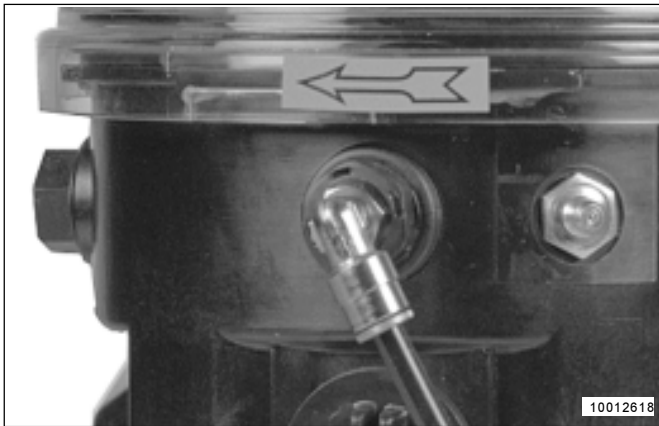

Abb. 15: - Rücklaufanschluß
- Schmierstoffmengen, die vom Hauptverteiler aus nicht weiter verteilbar sind, müssen über den Rücklaufanschluß (Abb. 15) der Pumpe wieder zugeführt werden.